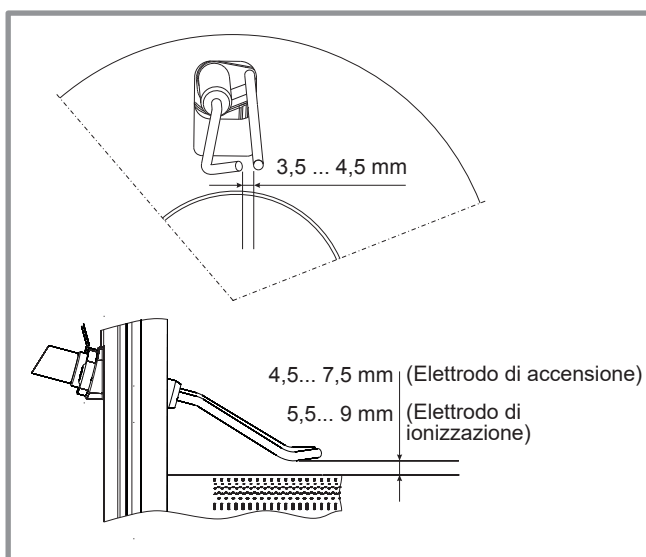

figura 65 - Regolazione degli elettrodi
- Controllare la distanza e il posizionamento degli elettrodi (figura 65).